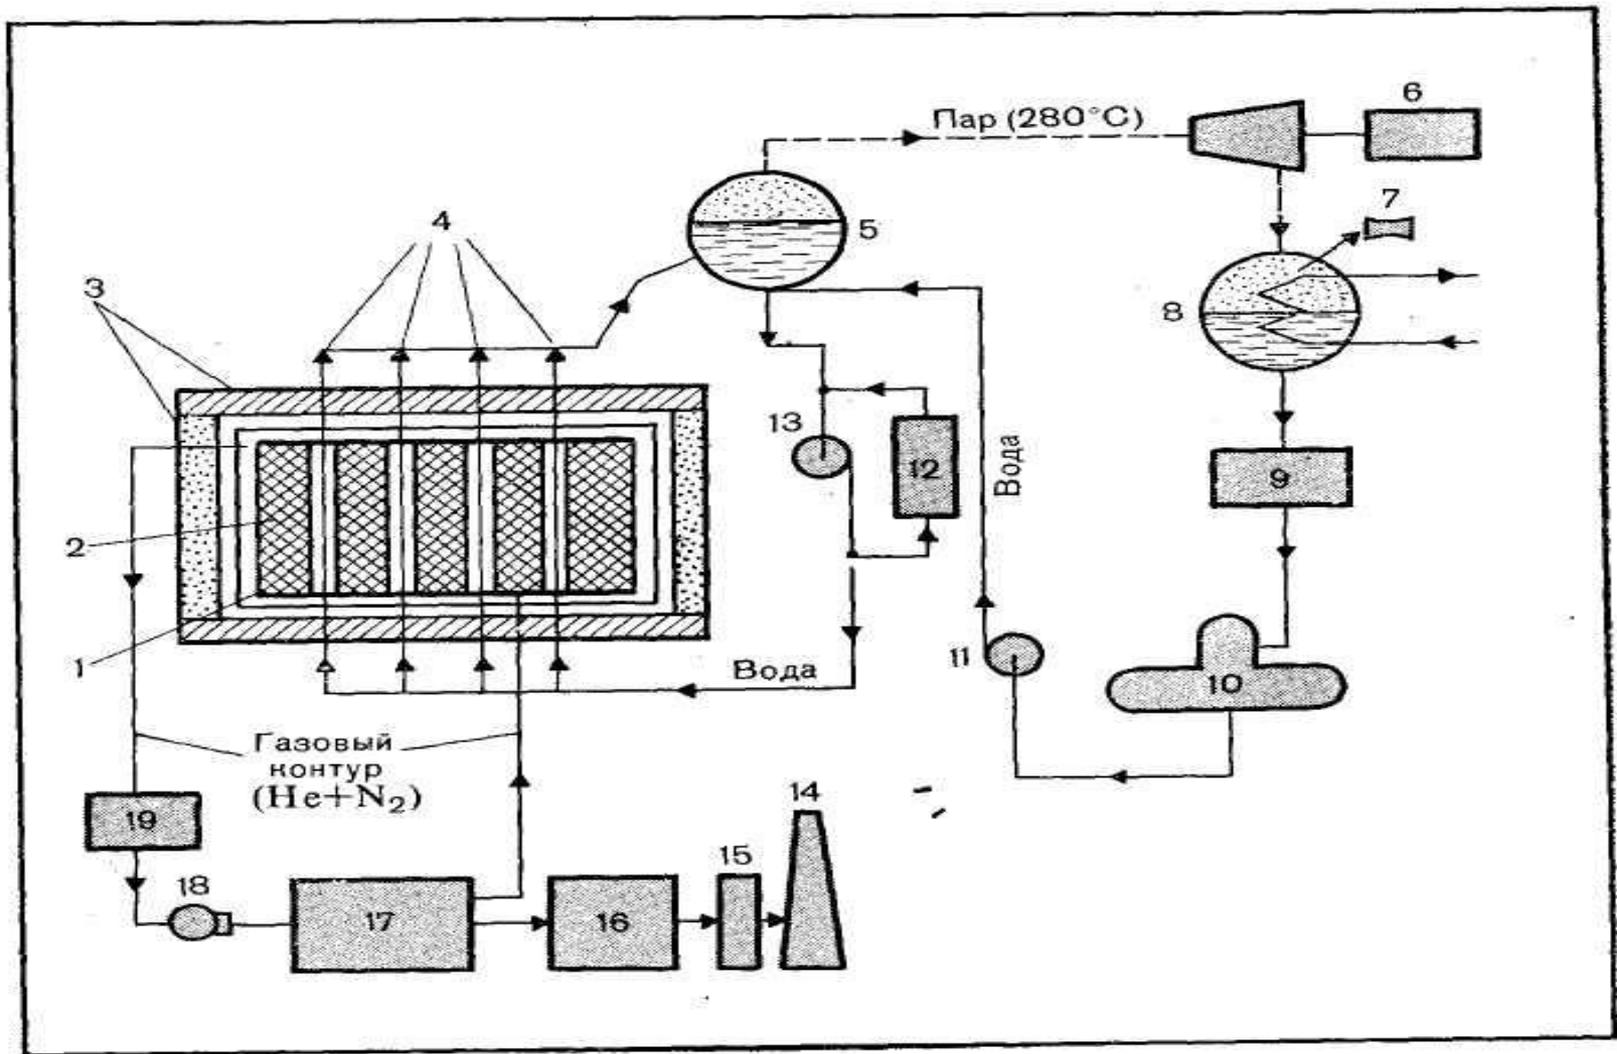

Рис. 2.2. Схема основных технологических контуров АЭС с реактором РБМК:
- В одо-графитовый канальный реактор РБМК (рис. 2.2) размещен в бетонной шахте (для реактора РБМК-1000 1000 размером 21,6 X 21,6 X 25,5 м) и опирается на бетон с помощью металлоконструкций. Вместе с кожухом они образуют герметическую полость — реакторное пространство. В нем находится графитовая клад-3*